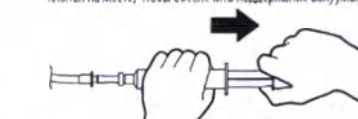

Рис. 12
14. Медленно аспирируйте 30 куб. см при помощи шпирца объемом 30 куб. см. (См. рис. 12.) Извлеките шпирц, оставив одноклоновый клапан на месте, чтобы обеспечить поддержание вакуума.